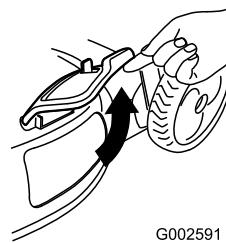

Figura 35
2. Alzate lo sportello di scarico laterale per aprirlo (Figura 35).